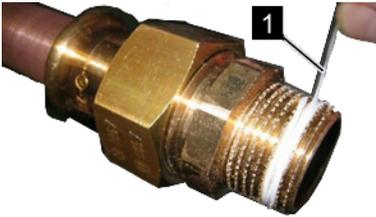

Abb. 9: Dichtfaden aufbringen
- #### 2. Dichtfaden (Abb. 9/1) in Gewinrichtung auf das aufgeraute Gewinde aufbringen, und dabei Mengenangaben des Dichtmittelherstellers beachten.